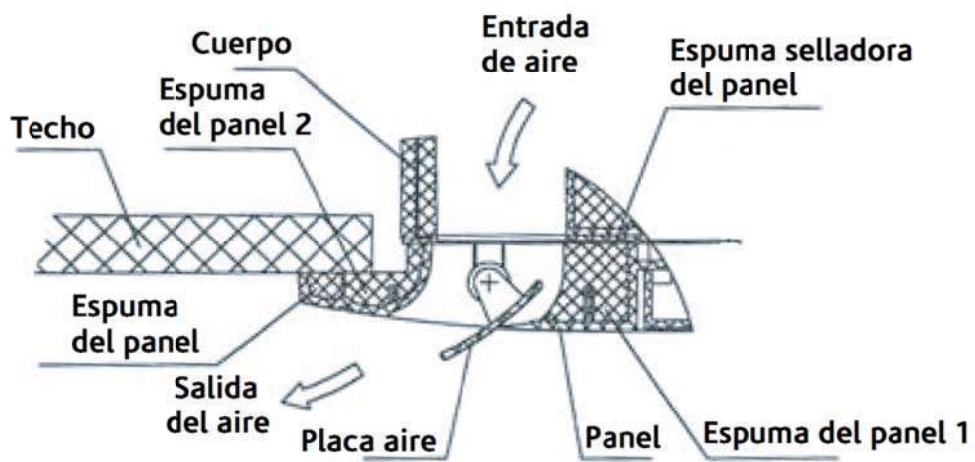

Fig.5-30
f. Continúe apretando los tornillos bajo los ganchos del panel hasta que el grosor de la esponja entre el cuerpo y la rejilla del panel se haya reducido entre 4 y 6mm. Los bordes del panel deben hacer contacto con el techo fig. 5-30).